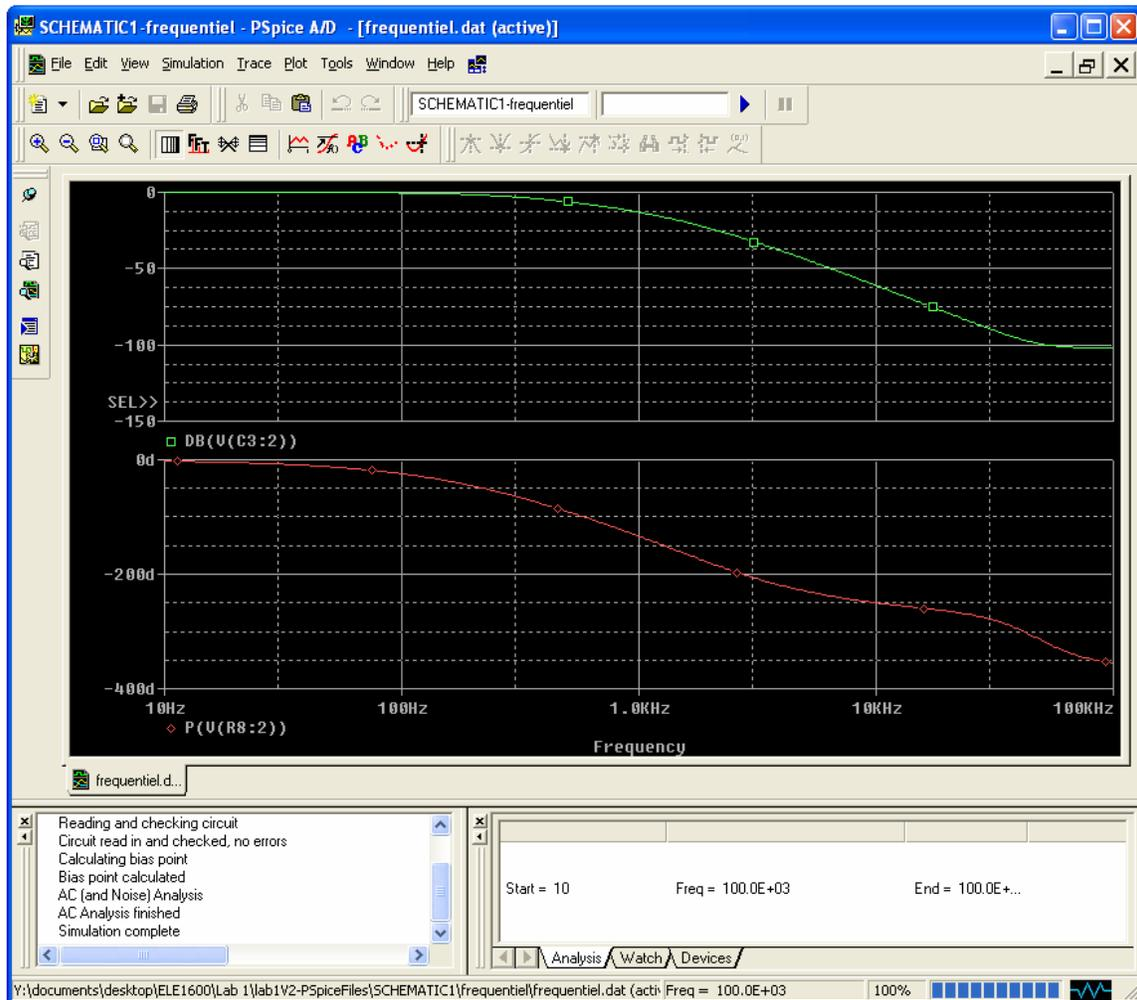

Figure 1.23 : Réponse en fréquence du filtre passe-bas du troisième degré
La figure 1.23 montre la fenêtre PROBE, qui représente la réponse temporelle des signaux d'entrée et de sortie.
- Pour présenter chacun des graphiques séparément, dans la page principale de PROBE ajouter un autre repère en sélectionnant le *Plot/Add Plot to Window* dans le menu *Plot*. Puis cliquer sur la légende d'un des graphiques et faire une copie et coller, enfin transférer un des graphiques sur le nouveau repère (figure 1.23).